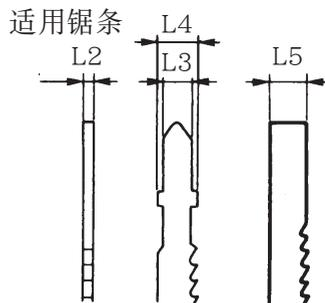

图 14
2. 市售的使用锯条 (图 14)
市售的锯条大部分都适用于本机。如图 14 所示，锯条尺寸限制如下：